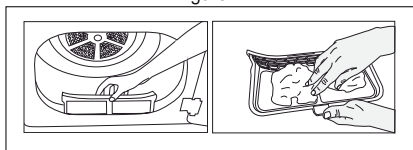

Figure 2
2.b) Si le filtre de la trappe du produit ressemble au Figure 2, retirez le filtre en le tirant vers le haut.